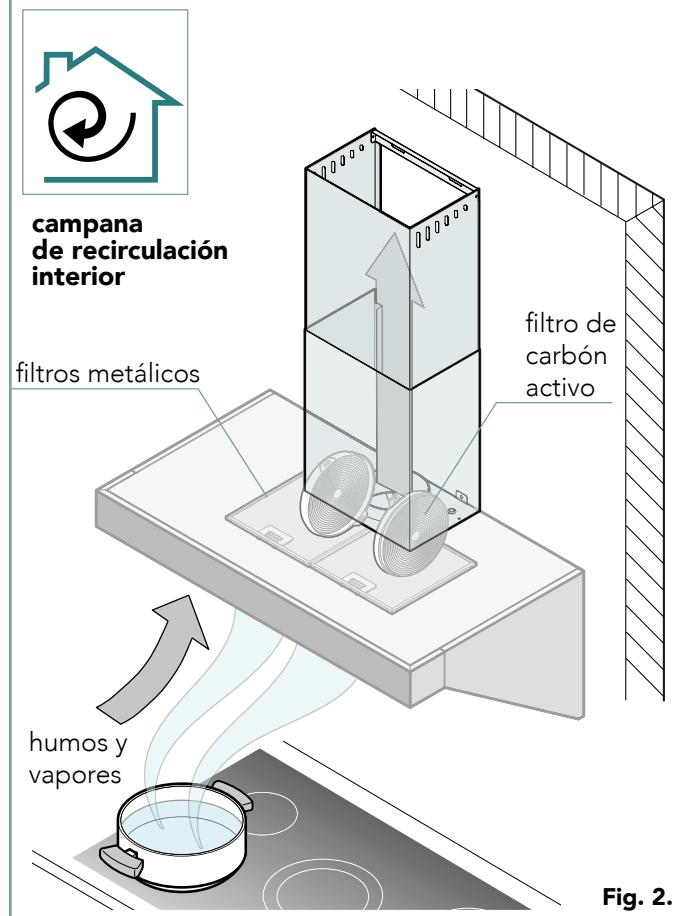

Fig. 2.
pasan a través de un **filtro de carbón activo** para ser purificados de nuevo; a continuación, el aire limpio es enviado en la cocina por las rejillas de la parte superior (campana de recirculación interior - Fig. 2).
**filtro de carbón activo:** se encuentra únicamente en las campanas que utilizan la recirculación interior (Fig. 2) y deben quitarse de su posición para ser **cambiados** cada **3-4 meses** dependiendo de la utilización de la campana.